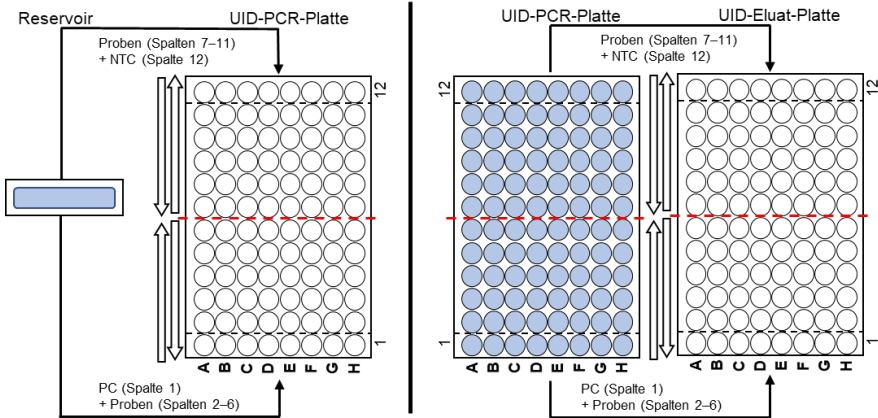

Abbildung 6: Pipettierschema beim Pipettieren vom Reservoir in die UID-PCR-Platte (links) oder von der UID-PCR-Platte (rechts) in eine UID-Eluat-Platte.
1. Verwenden Sie für die folgenden Schritte eine Mehrkanal-Pipette. Die UID-PCR- und UID-Eluat-Platten müssen parallel zueinander angeordnet sein und die Pipettierung findet nach Spalten statt (nicht nach Zeilen, Abbildung 6).